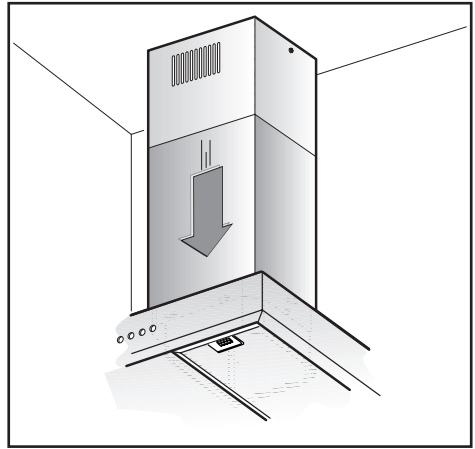

Fig.12
- Das Klebeband **L** entfernen und die untere Teleskopverschalung auf das Haubengehäuse stellen (**Abb.12**).